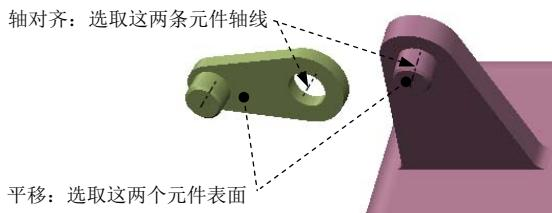

图 2.3.15 创建“销 (Pin)”连接
(2) 定义“轴对齐”约束。单击操控板中的 **放置** 按钮，分别选取图 2.3.15 中的两条轴线（连杆 1 中孔的中心轴线和基座左侧安装轴的中心轴线）为 轴对齐 约束参考，此时 **放置** 界面如图 2.3.16 所示。
(3) 定义“平移”约束。分别选取图 2.3.15 中的两个平面为 平移 约束的参考，以限制连杆在安装轴上的平移自由度，此时 **放置** 界面如图 2.3.17 所示。